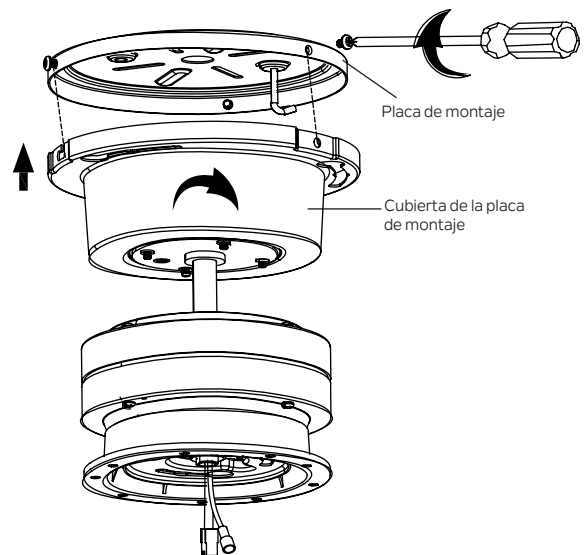

Figura 11
**Paso 2.** Suelte el montaje del motor del gancho en J, levante el montaje del motor hasta la placa de montaje, alinee los orificios de la ranura en la cubierta de la placa de montaje con dos tornillos sueltos en la placa de montaje. Gire la cubierta de la placa de montaje hasta que los dos tornillos sueltos encajen en su lugar en el extremo estrecho de los orificios de la llave. Vuelva a instalar el tornillo que quitó en el paso 1, apriete firmemente los tres tornillos. (Figura 11)